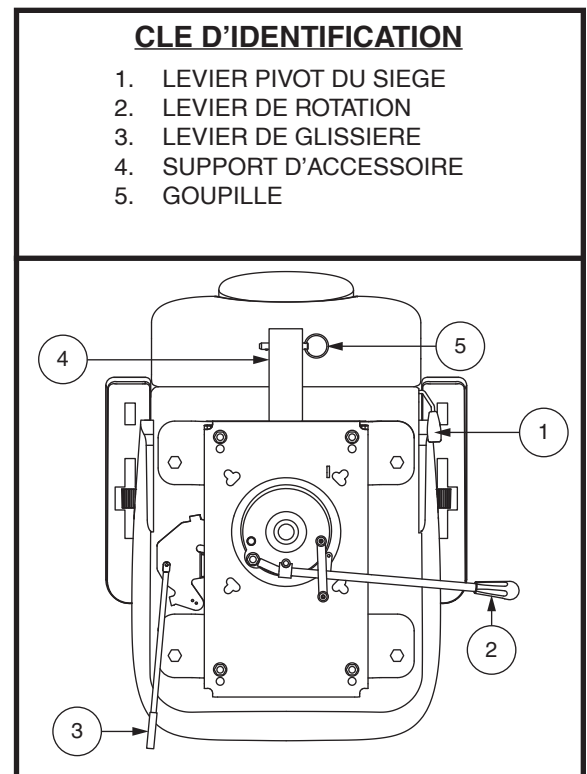

Figure 19. Réglage du siège
Si votre véhicule est équipé d'un siège à dossier inclinable, vous pouvez changer l'inclinaison du dossier avec le levier de réglage du dossier. **Voir la figure 19.**
1. Tirer vers le haut l'avant le levier de rotation du siège afin de dégager le siège. **Voir la figure 19.**
1. Déplacez le levier coulissant du siège (situé sur le côté inférieur gauche du siège) vers l'extérieur. **Voir la figure 19.**
Élevez ou abaissez l'inclinaison des accoudoirs en tournant la réglage sous l'accoudoir. **Voir la figure 19.** Tournez le bouton de réglage de l'accoudoir vers la gauche pour abaisser l'angle de l'accoudoir ou vers la droite pour le relever.
Le support d'accessoire monté à l'arrière vous permet d'attacher un accessoire personnel comme un panier, support pour marchette ou réservoir d'oxygène à l'arrière de votre véhicule. Utiliser la goupille de verrouillage afin de bien fixer votre article au support d'accessoire. **Voir la figure 19.** Consultez votre marchand autorisé pour plus de détails.